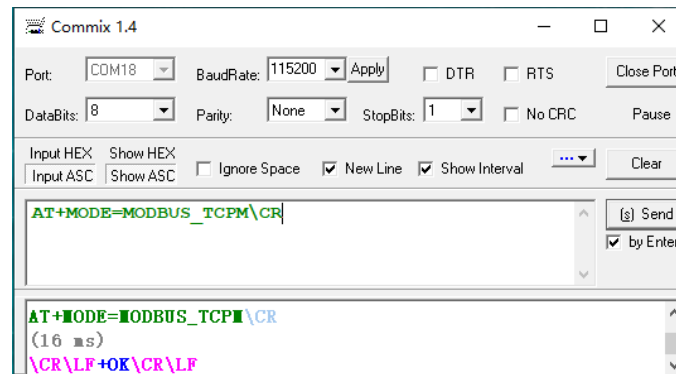

Abbildung 6-29 AT-Befehl zum Einstellen des MODBUS\_TCPM-Modus
- 1) Das Modul ist auf den MODBUS\_TCPM-Modus und der Port auf 5000 eingestellt, was entweder über den AT-Befehl oder die Webseite eingestellt werden kann, wie in Abbildung 6-29 gezeigt. Einzelheiten zum Aufrufen des AT-Befehlsmodus finden Sie im Abschnitt AT-Befehlssatz.
- 2) Wie in Abbildung 6-29 dargestellt, zeigt der Empfang von "+OK" an, dass das Modul die Einstellung des MODBUS\_TCPM-Modus abgeschlossen hat. Verlassen Sie dann AT kehrt das Programm automatisch in den Durchreichemodus zurück.